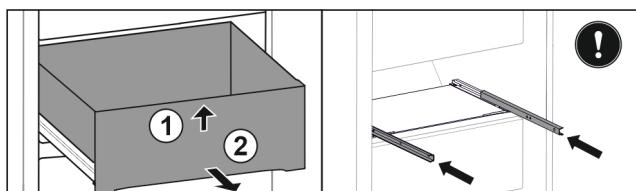

Fig. 147
- Повдигнете чекмеджето отпред. Fig. 147 (1)
- Извадете чекмеджето напред. Fig. 147 (2)